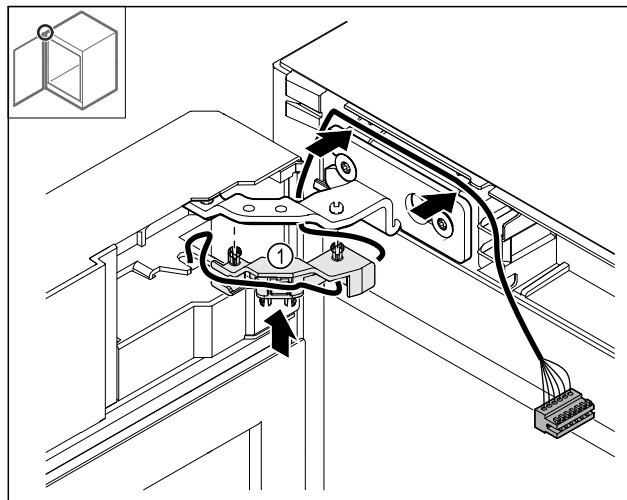

Fig. 48
- ▶ Pres kabelholderen Fig. 48 (1) ind i hængslet.